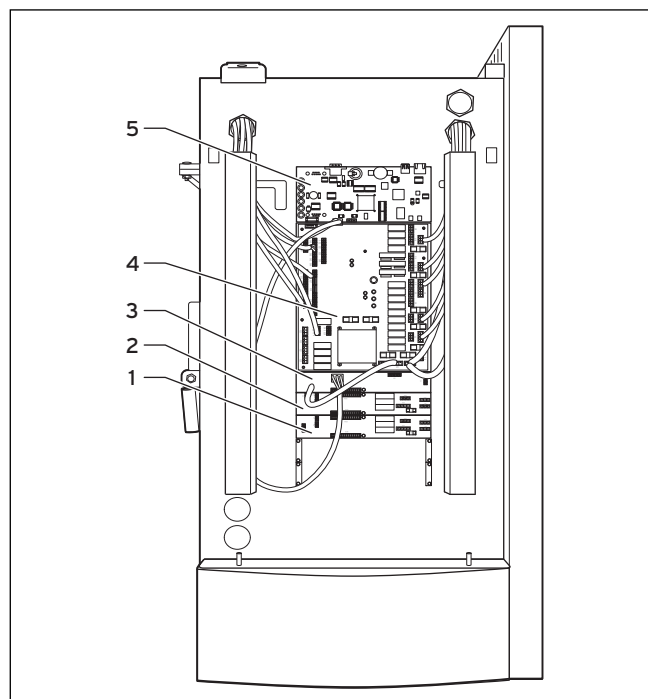

Abb. 6.3 Serienmäßige Verdrahtung der Steuereinheit
- Schließen Sie den Außenfühler am Kommunikationsmodul an Anschluss X2 an (→ **Abb. 6.3 Klemmenbelegung Kommunikationsmodul**).